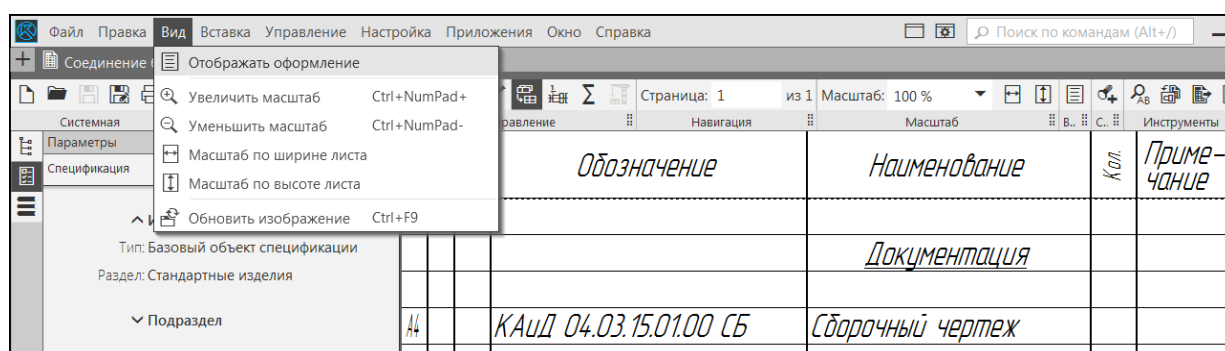

Рисунок 33. – Выбор команды Отображать оформление
1. Для оформления спецификации последовательно активизируйте команду Вид и команду Отображать оформление (рисунок 33).